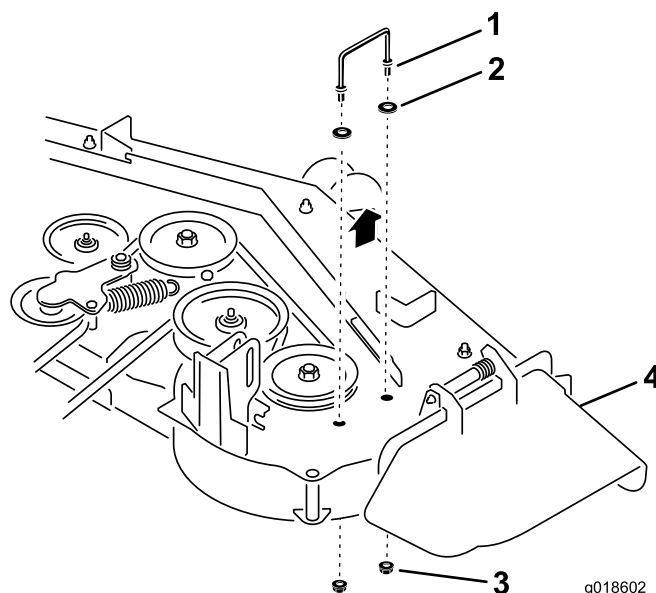

Figura 2
3. Togliete la staffa del paracinghia destro preesistente e conservate la bulloneria per quando toglierete il sistema di raccolta e il soffiatore (Figura 2).